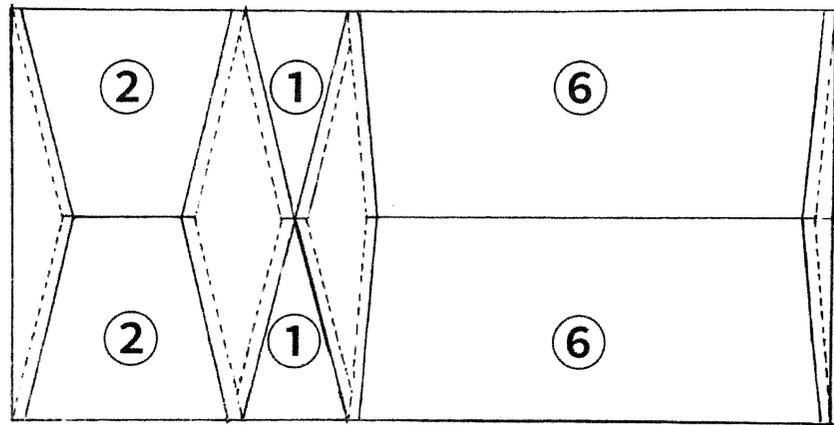
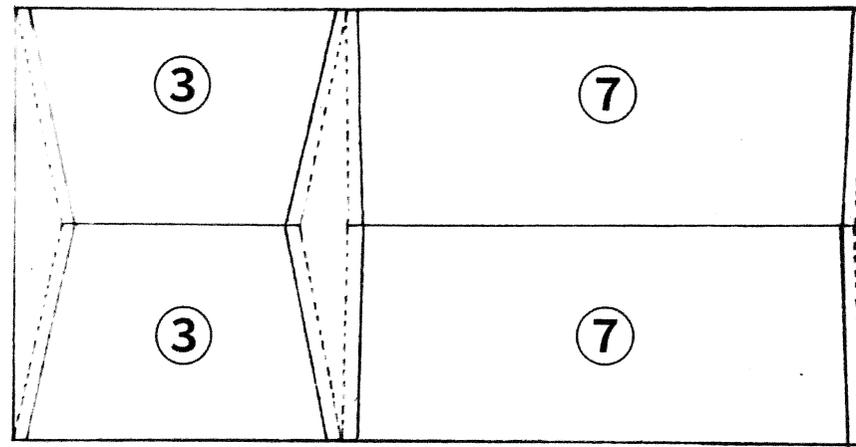

图 1
图 3
プラスチック段ボール厚さ 5mm 910×1820 を用いて、段ボールドーム制作のしおり [1] の通りに作成した。また、[1] の情報に加えて組み立て可能にするための 30mm 幅の糊代を左右に付け加えた。(図 1～図 3 の点線部分)
[1] の通りに作成した 3 種類のプラスチック段ボール計 18 枚の糊代の縁側(図 1~3 中実線)をカッターを用いて切り取った。
また、付け加えた糊代の内側(図 1~3 中点線)の厚さ約 2.5mm の切り込みを入れた。
[2]で切ったプラスチック段ボールの糊代の切り込みを山折りに折った。同じ形の山折りに折った糊代の中に図5のように磁石をはめ、固定した。また、図5の二枚の糊代を合わせた部分をクリップを用いて挟み、補強した。縦の場合は、図1～3中の①～⑦までの決められたプラスチック段ボールを順にガムテープを用いて繋げる(図4)。横の場合は、同じ形のプラスチック段ボールを円の形になるように磁石を用いて繋げる(図6)。また、でき上がったドームの外側から遮光するために暗幕をかける。